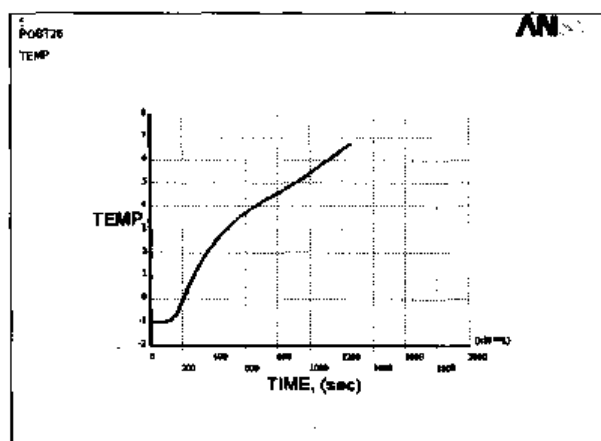

图 12-48 B 点温度随时间的变化关系曲线
(18) 选择 Main Menu | TimeHist Postpro | Graph Variables 命令, 出现 Graph Time-History Variables 对话框, 在 NVAR1 1st variable to graph 文本框中输入 3, 单击 OK 按钮, ANSYS 显示窗口将显示 B 点温度随时间的变化关系曲线图, 如图 12-48 所示。
(19) 选择 Utility Menu | File | Exit 命令, 出现 Exit from ANSYS 对话框, 选中 Quit-No Save! 单选按钮, 单击 OK 按钮, 关闭 ANSYS。